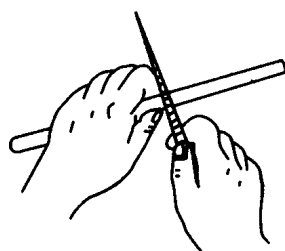
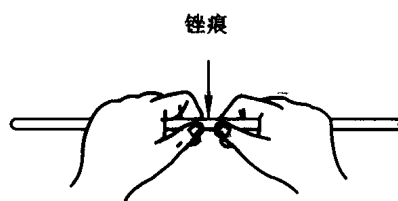

图 1-6 玻璃管的切割
图 1-7 玻璃管的折断
(1) 玻璃管的切割：选择干净、粗细合适的玻璃管，平放在台面上，一手捏紧玻璃管，一手持锉刀，用锋利的边缘压在欲截处（图 1-6），从与玻璃管垂直的方向用力向内或向外划出一锉痕（只能按单一方向划）然后用两手握住玻璃管 锉痕向外 两拇指压于痕口背面轻轻推压 同时两手向外拉（也可用抹布包住）则玻璃管即在锉痕处断裂（图 1-7）。为了使玻璃管口处平滑，可用锉刀面轻轻将其锉平，或将断口放在火焰上烧熔，使之光滑。方法是将断口放在氧化焰的边缘，不断转动玻璃管，烧到管口微红即可。不可烧得太久，否则会使管口变形、缩小。